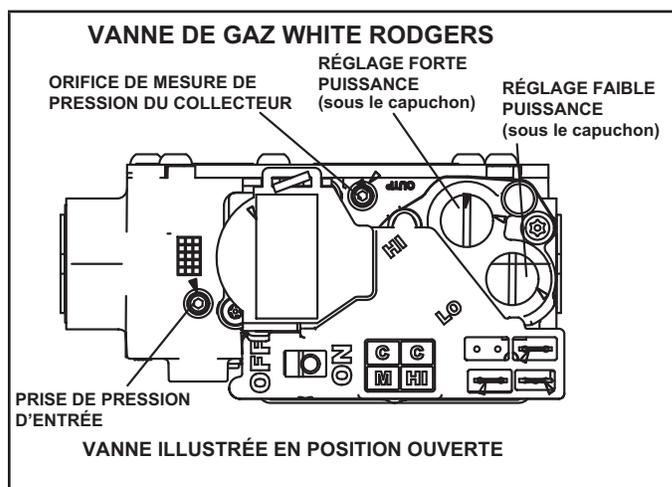

Figure 62
Fonctionnement de la vanne de gaz (Figure 62)
- 6 - Mettre l'interrupteur de la vanne de gaz sur «OFF». Voir Figure 62.
- 8 - Mettre l'interrupteur de la vanne de gaz sur «ON». Voir la Figure 62.
Une connexion située sur la vanne de gaz permet d'accéder à la pression d'alimentation. Voir la Figure 62. Dévisser la vis à tête hexagonale de 3/32 d'un tour, brancher un tube de 5/16 po et brancher un manomètre pour mesurer la pression d'alimentation. Voir le TABLEAU 21 pour la pression de la conduite d'alimentation.
Une connexion située sur la vanne de gaz permet d'accéder à la pression du collecteur. Voir la Figure 62. Dévisser la vis à tête hexagonale de 3/32 d'un tour, brancher un tube de 5/16 po et brancher un manomètre pour mesurer la pression du collecteur.
- 5 - Au besoin, faire les ajustements nécessaires. La Figure 62 indique l'emplacement des vis de réglage des puissances mini et maxi.